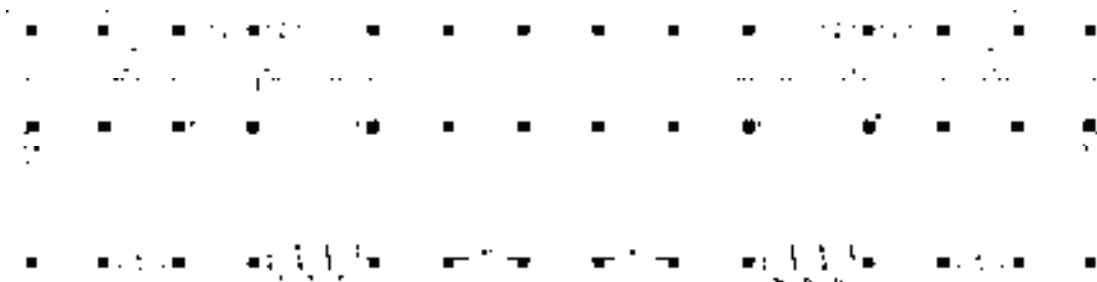

图 15-28 绘制一层门图形
18) 沿用上述方法, 继续执行插入门图形的操作, 一层门图形的绘制结果如图 15-28 所示。